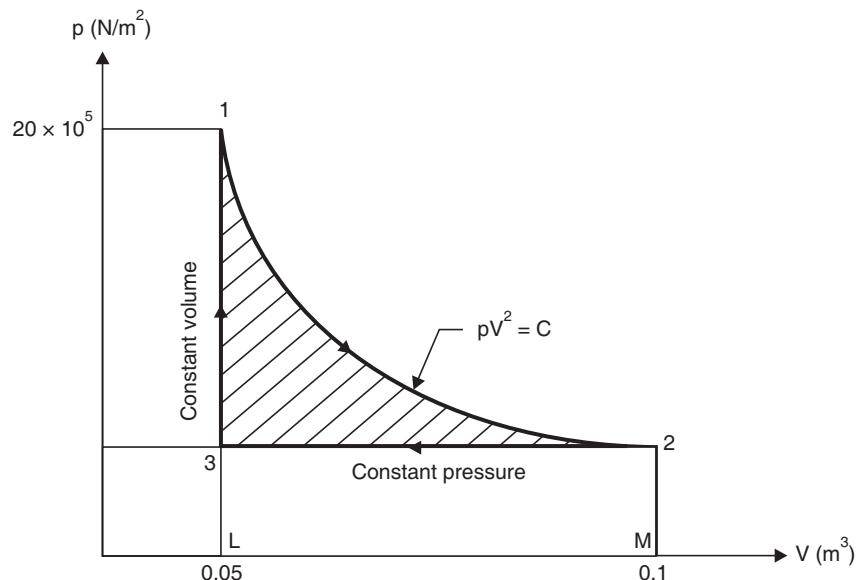

Fig. 1.38
**Solution.** Refer Fig. 1.38.